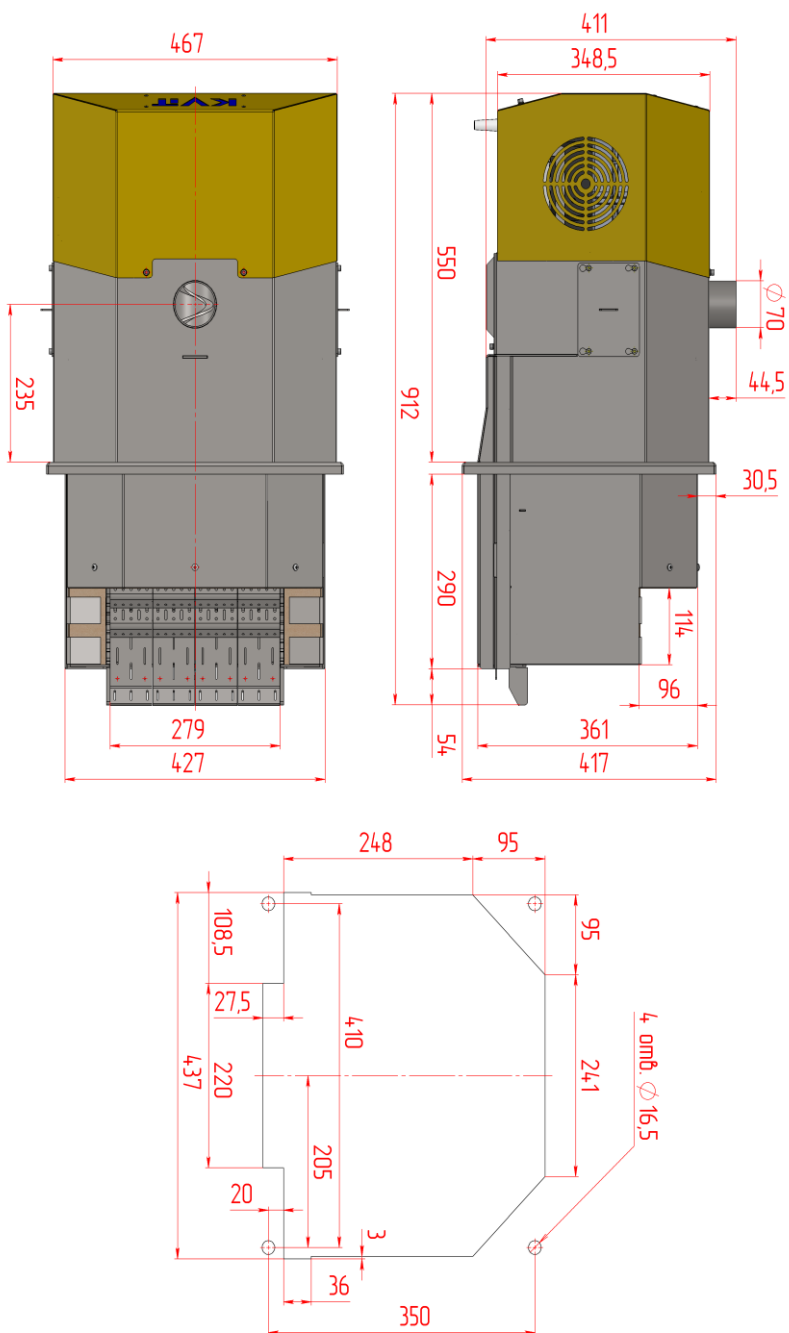

Рис. 3 Габаритные и присоединительные размеры пеллетной горелки KVT Orbita 300 кВт.
- 2) Согласно схеме на Рис.3 выполнить монтажные отверстия в штатной дверце котла, если в комплекте поставки не предусмотрена дополнительная дверца горелки.